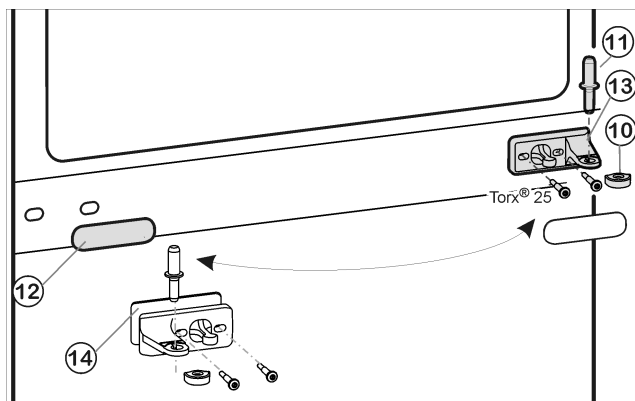
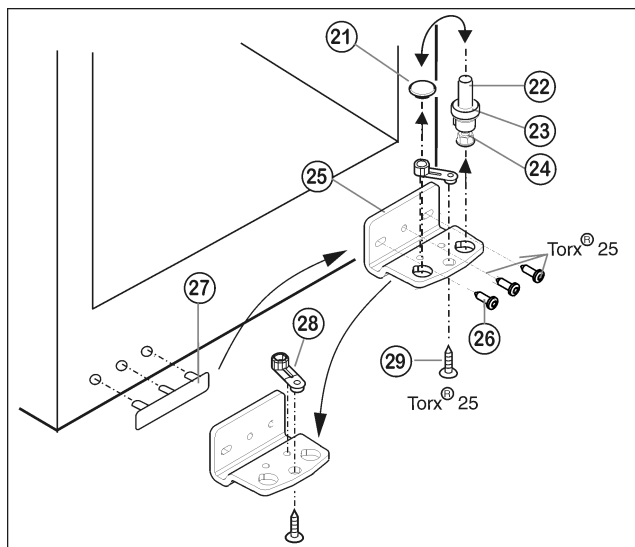

Fig. 5
Fig. 6
- ▶ Retirar o perno de apoio central Fig. 5 (11) do apoio e da porta inferior.
- ▶ Retirar a capa de plástico Fig. 5 (10).
- ▶ Desaparafusar o apoio inferior Fig. 5 (13) (2 vezes Torx® 25).
- ▶ Retirar cuidadosamente a guarnição de cobertura Fig. 5 (12).
- ▶ Aparafusar o apoio central Fig. 5 (13) com a base Fig. 5 (14) rodada em 180° no novo lado da dobradiça (com 4 Nm).
- ▶ Voltar a encaixar a guarnição de cobertura Fig. 5 (12) rodada em 180°, no lado novo da pega.
- ▶ Retirar para cima o perno do apoio Fig. 6 (22) completo, com a anilha Fig. 6 (23) e o pé de regulação Fig. 6 (24).
- ▶ Levantar o tampão Fig. 6 (21).
- ▶ Desaparafusar o apoio Fig. 6 (25).
- ▶ Desaparafusar o elemento de apoio Fig. 6 (28) e inseri-lo no orifício de fixação do apoio localizado do lado oposto, e voltar a aparafusar.
- ▶ Levantar cuidadosamente a cobertura do lado da pega Fig. 6 (27) e colocá-la no lado oposto.
- ▶ Voltar a aparafusar o apoio Fig. 6 (25) no novo lado da dobradiça, se necessário, com a ajuda de uma aparafusadora sem fios (binário de aperto de 4 Nm).
- ▶ Voltar a colocar o tampão Fig. 6 (21) no outro orifício.
- ▶ Voltar a montar o perno do apoio Fig. 6 (22) completo, com a anilha e o pé de regulação. Assegurar que o ressalto de encaixe fica virado para a parte traseira.
- ▶ Encaixar a porta, pela parte superior, no perno de apoio inferior Fig. 6 (22).
- ▶ Voltar a instalar a capa de plástico Fig. 5 (10) no apoio central Fig. 5 (13).
- ▶ Inserir o perno de apoio central Fig. 5 (11) no lado novo da dobradiça, fazendo-o passar pelo apoio central Fig. 5 (13) na porta inferior.
- ▶ Colocar a porta superior sobre o perno de apoio central Fig. 5 (11).
- ▶ Se necessário, alinhar as portas com o corpo do aparelho sobre os dois orifícios oblongos no apoio inferior Fig. 6 (25) e no apoio central Fig. 5 (13). Para tal, desaparafusar o parafuso central no apoio inferior Fig. 6 (25).